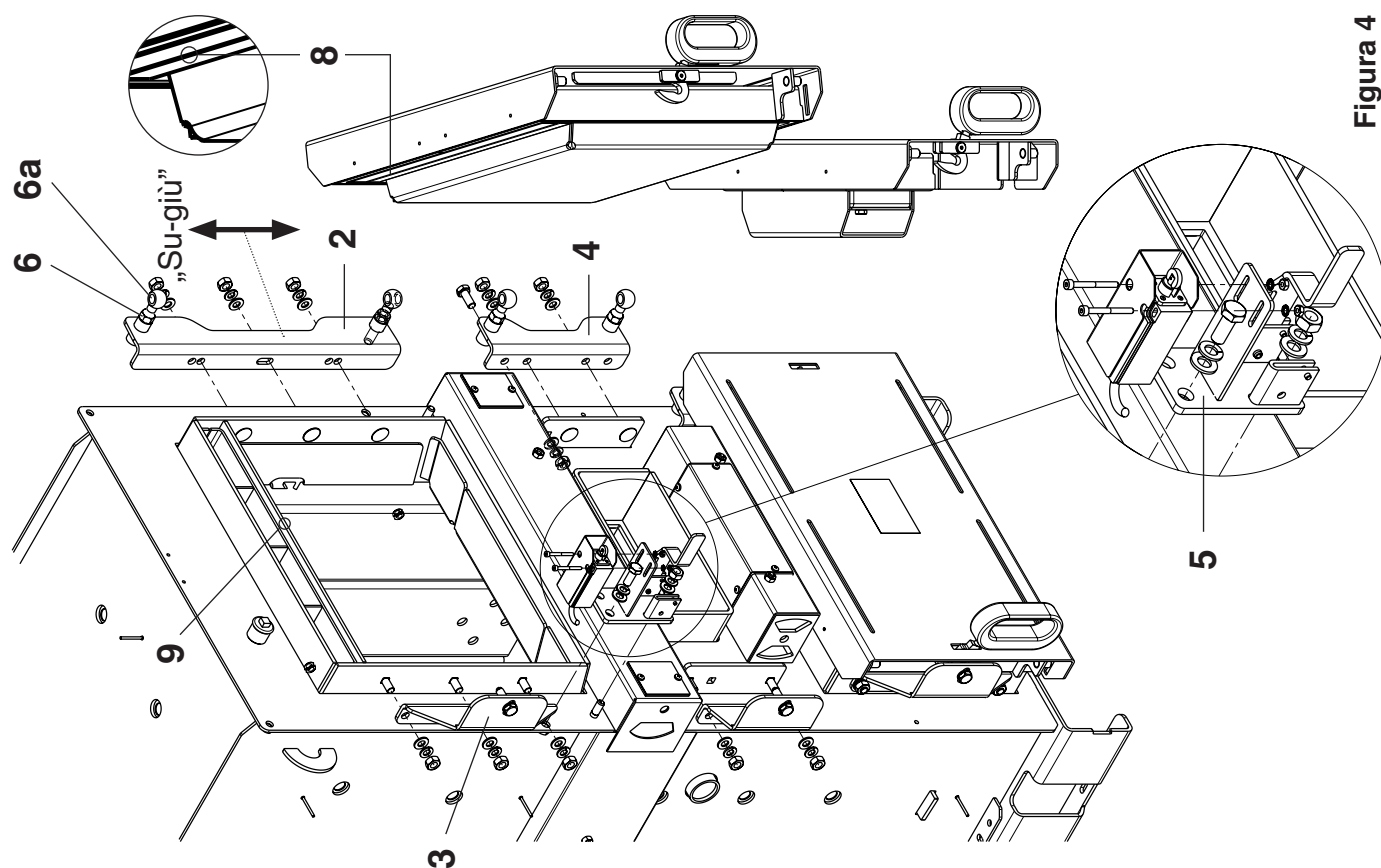
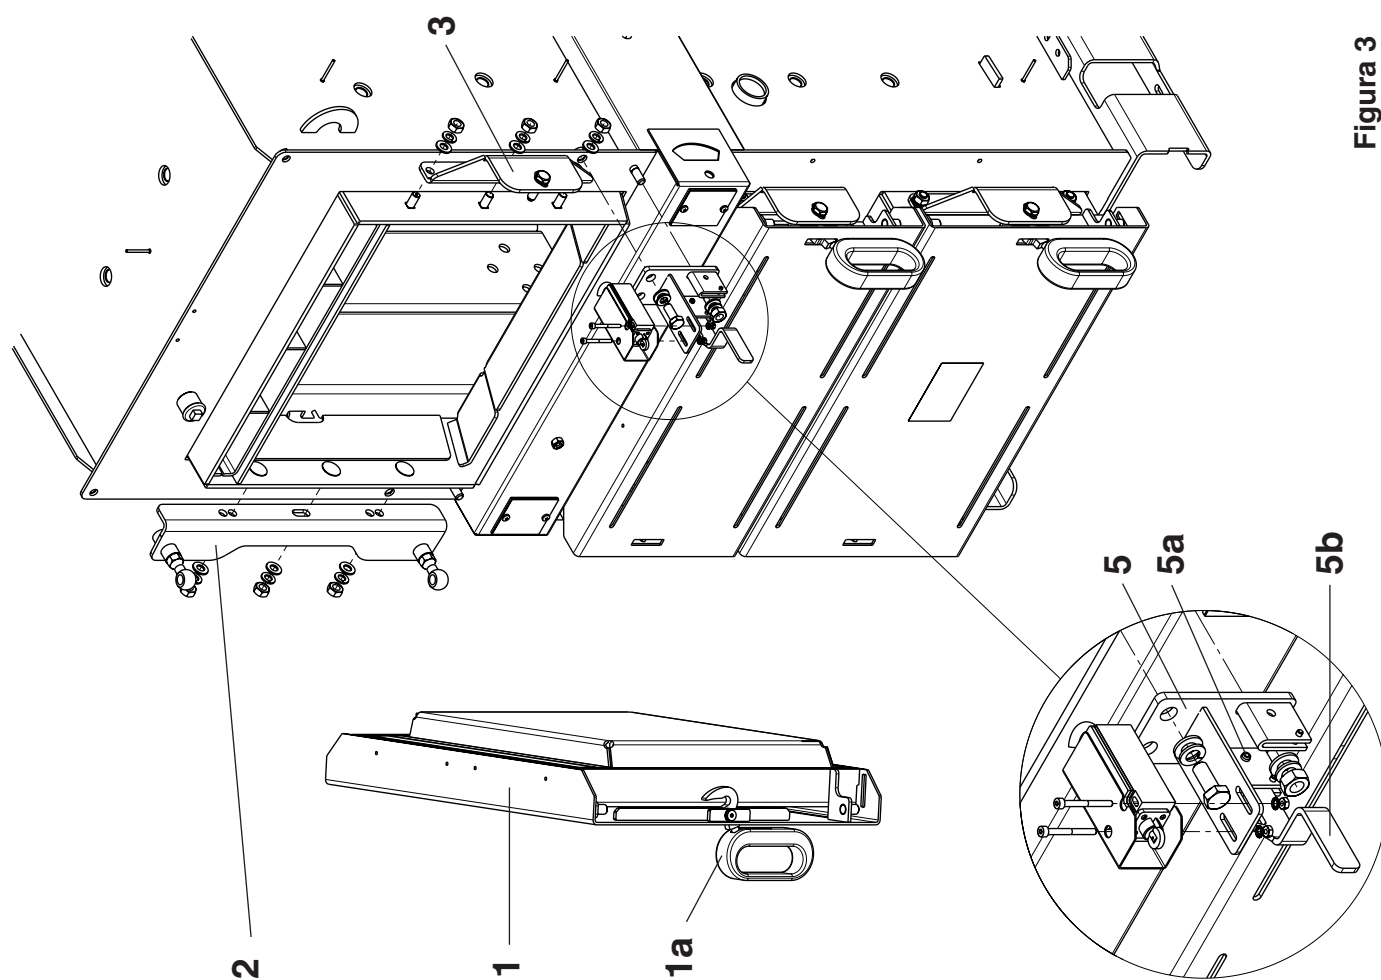

Figura 4
Figura 3
02. Sganciare lo sportello (1) e montare il manico dello sportello (1a) sull'altro lato (figura 3).
03. Smontare l'angolare a cerniera (2) e il supporto del perno di chiusura (3). (figura 3).
04. Rimontare l'angolare a cerniera (2) sul lato destro (figura 4)
05. Rimontare (figura 4) sul lato sinistro il supporto del perno di chiusura (3). Attenersi all'avvertenza secondo il punto 04.
06. Cambiare allo stesso modo il lato di fissaggio degli altri due sportelli. Per l'angolare a cerniera dello sportello intermedio (4) fare attenzione alle posizioni delle viti (figura 4).
07. Smontare (figura 3) il fincorsa (5). Smontare la spina elastica (5a) per la leva (5b). Rimontare il tutto in modo specularmente opposto (figura 4). Prestare attenzione alla corretta posizione delle rondelle ecc.
09. In direzione „Su-giù” vedere l'avvertenza al punto 04 (figura 4)
La corda di tenuta (8) deve andare a premere (figura 4, pag.8) centralmente al canale del gas primario (9)